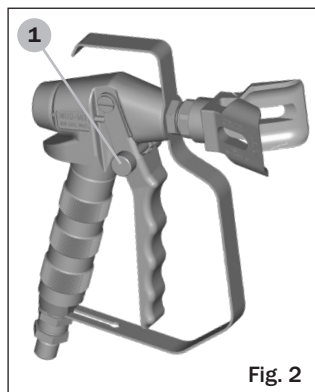

Fig. 2
- 1.- Pour enciencher la sécurité du pistolet (empêcher l'ouverture de la détente du pistolet), **placez la détente du pistolet vers l'avant** (position fermée), et **tournez l'aiguille (n°1-figure 2) jusqu'à ce qu'elle bute contre le corps du pistolet**. Vérifiez que la détente est bloquée.
- 2.- Pour enlever la sécurité du pistolet, placez la **détente du pistolet vers l'avant** (position ouverte) et **tournez l'aiguille (n°1-figure 2) jusqu'à ce qu'elle bute sur la détente**.
- 1.- **Enclenchez la sécurité du pistolet** (N°1, fig.2).